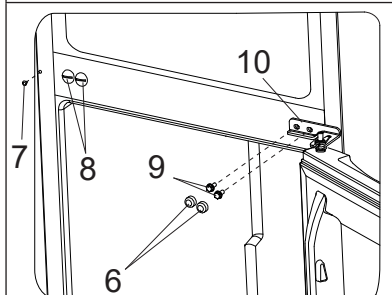

Рисунок 7
6. Отверткой снимите колпачки 6, заглушку 7 и выкрутите декоративные заглушки 8 (см. рис. 7).
7. Торцовым ключом на 10 выкрутите болты 9 среднего кронштейна 10 (см. рис. 7) и снимите его.